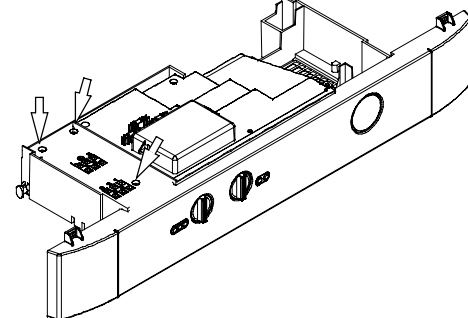

fig. 5.18
– Svitare le viti e rimuovere il coperchio copri morsettiera fig. 5.18